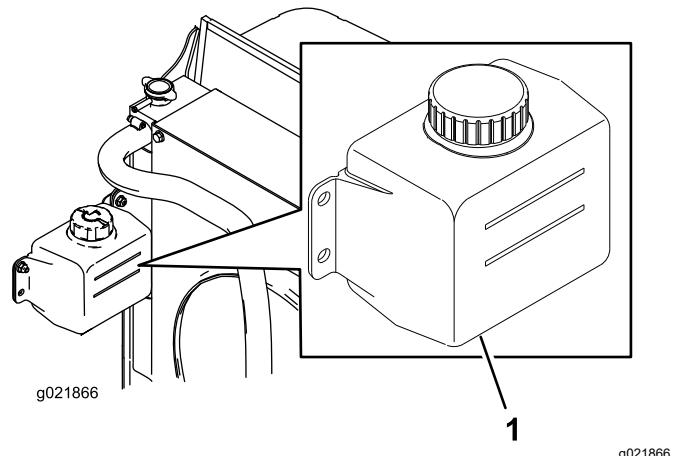

Figura 85
1. Controllate il livello di refrigerante nel serbatoio di espansione (Figura 85).